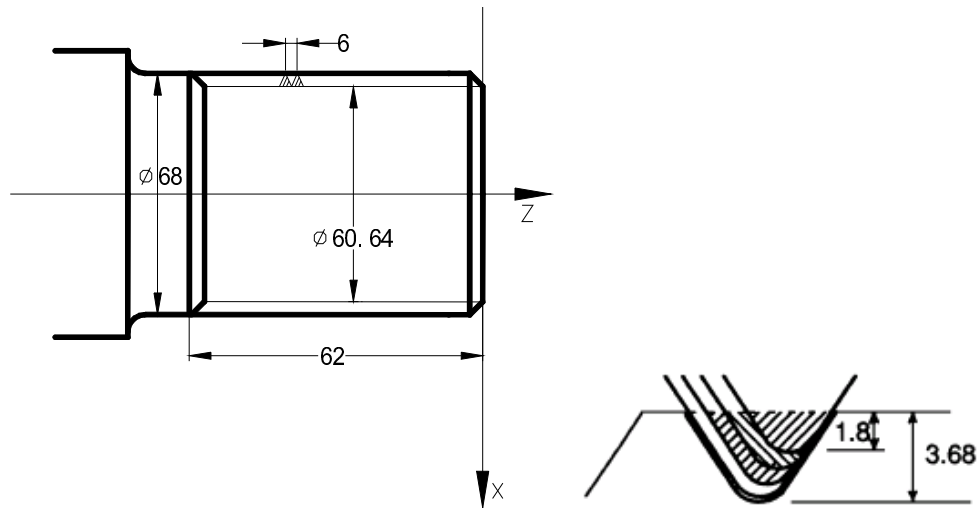

Fig. 3-44
- A direção de A → C → D → E é definido pelos sinais de U e W, e a direção de C → D é definida pelo sinal de R (i). Existem quatro tipos de sinal composição de U e W correspondentes a quatro tipos de trajeto da usinagem como a fig. 3-44.
Exemplo: Fig. 3-44, filamento M68×6.